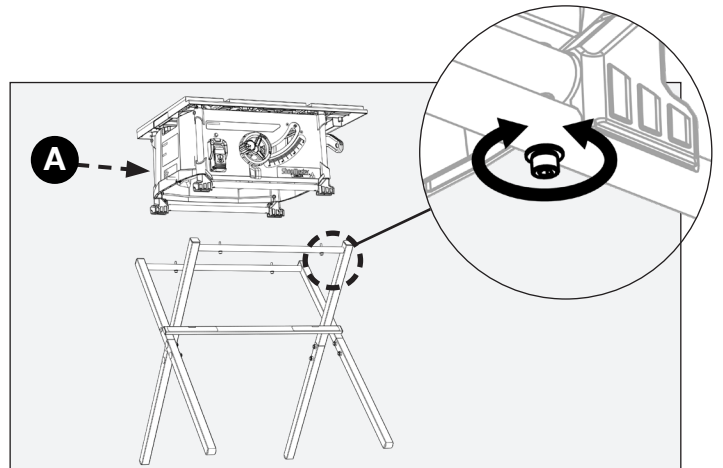

FIGURE 6
Placez la scie (A) sur le support tout en alignant les trous de fixation dans le support de la scie avec les trous filetés de la base de la scie (figure 6). Serrez les vis à tête hexagonale pour fixer le support à la scie.